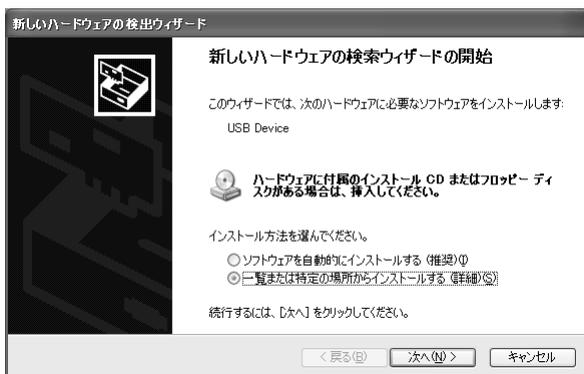

図2：ハードウェア検索ウィザード開始画面
- 3** ホストコンピュータがAW-SW350を認識すると図2のようにハードウェア検索ウィザードが自動的に起動します。